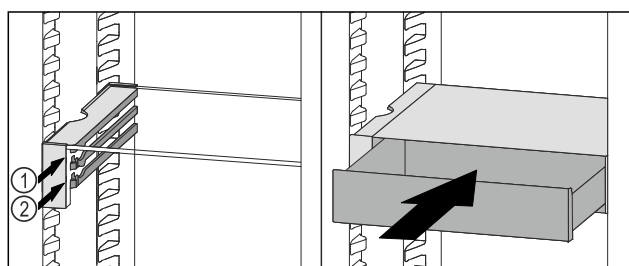

Fig. 168
- ▶ 将 VarioSafe 抽屉放置在所需肋梁 Fig. 168 (1) 或 Fig. 168 (2) 上的止动器后面。